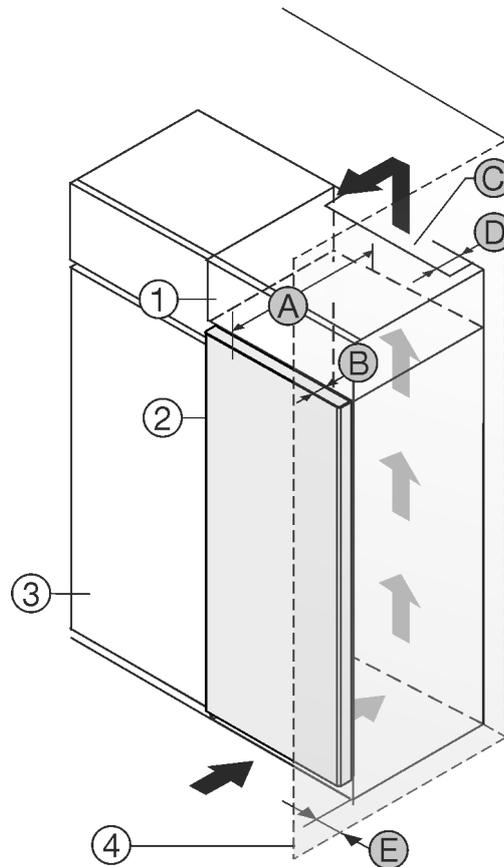

Fig. 1
- (1) Aufsatzschrank
- (2) Gerät
- (3) Küchenschrank
- (4) Wand
- (A) Gerätetiefe
- (B) Türtiefe
- (C) Belüftungsquerschnitt
- (D) Abstand Geräte- und Rückseite
- (E) Abstand zur Geräteseite
Sie können das Gerät direkt neben dem Küchenschrank Fig. 1 (3) aufstellen.
An der Rückseite des Aufsatzschranke muss ein Abluftschacht mit der Tiefe Fig. 1 (D) über die gesamte Aufsatzschrankbreite vorhanden sein.
Unter der Raumdecke muss der Entlüftungsquerschnitt Fig. 1 (C) eingehalten werden.
Wenn Sie das Gerät mit den Scharnieren neben einer Wand Fig. 1 (4) aufstellen, dann muss der Abstand zwischen Gerät und Wand mindestens 13 mm betragen.
Wenn Sie das Gerät mit den Scharnieren neben einer Wand Fig. 1 (4) aufstellen, dann muss der Abstand zwischen Gerät und Wand mindestens 20 mm betragen.
Damit Sie die Tür vollständig öffnen können, muss das Gerät um die Türtiefe *Fig. 1 (B)* gegenüber der Küchenschrankfront vorstehen. Abhängig von der Tiefe der Küchenschränke *Fig. 1 (3)* und Verwendung von Wandabstandshaltern kann das Gerät weiter herausragen.